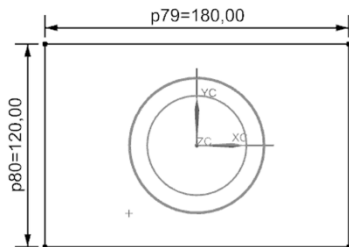
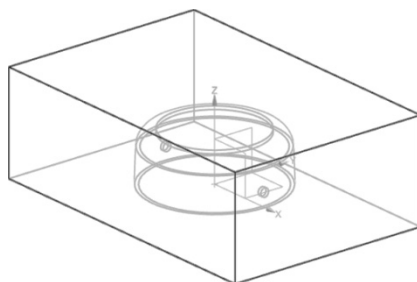

图 4-4 绘制截面
图 4-5 创建工作件
(13) 单击“工件”按钮, 在【工件】对话框中对“类型”选择“产品工件”, “工件方法”选择“用户定义的块”, “定义类型”选取“草图”。单击“绘制截面”按钮, 删除系统默认的尺寸, 再标上尺寸, 并将尺寸修改为 180mm×120 mm, 如图 4-4 所示。
(14) 单击“完成”按钮, 在【工件】对话框中把“开始距离”设为-10 mm, “结束距离”设为 40 mm。
(15) 单击“确定”按钮, 创建工作件, 如图 4-5 所示。